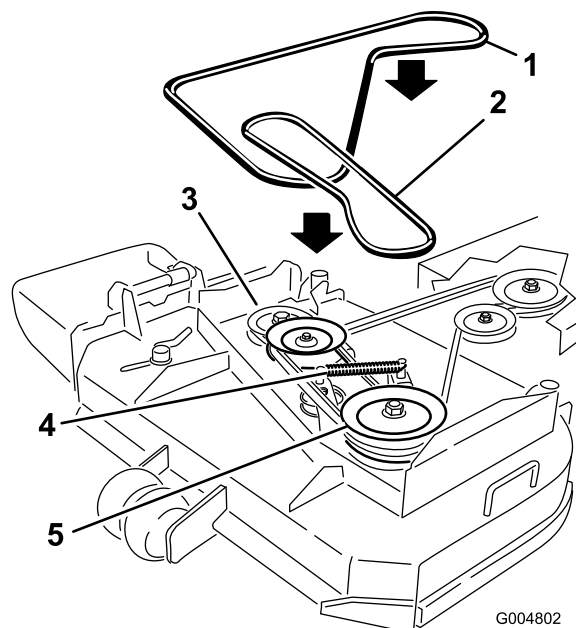

**Figura 43**
7. Scollegate il fermo frizione dalla scocca del motore (Figura 43).
8. Sganciate la molla di tensione dal telaio (Figura 43).
11. Serrate il bullone di rotazione a 47-54 Nm. Montate la molla di tensione tra il braccio di rinvio e la staffa del telaio (Figura 43).
12. Montate il fermo frizione sulla scocca del motore (Figura 43).